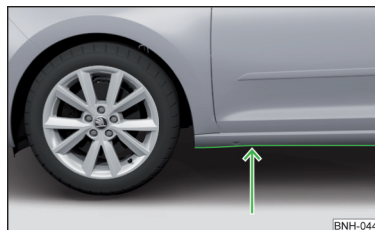

Fig. 114
- Înainte de traversarea zonei inundate, stabiliți adâncimea apei. Nivelul apei poate să ajungă maxim până la marginea inferioară a pragului » fig. 114.